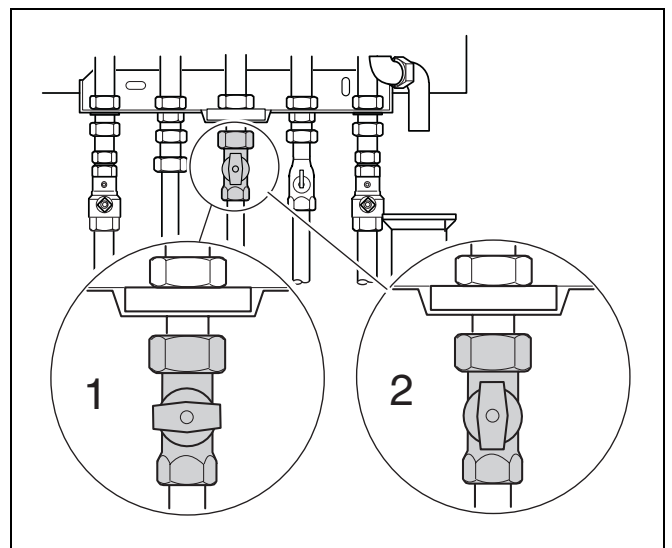

Fig. 27 Robinet de gaz
- Se închide robinetul de gaz (Fig. 27, Poz. 1).
- Se deschide robinetul de gaz (Fig. 27, Poz. 2).
- Se închide robinetul de gaz din partea inferioară a cazanului (Fig. 27, Poz. 1).
- Se închide robinetul de gaz de sub cazan (Fig. 27, Poz. 1).